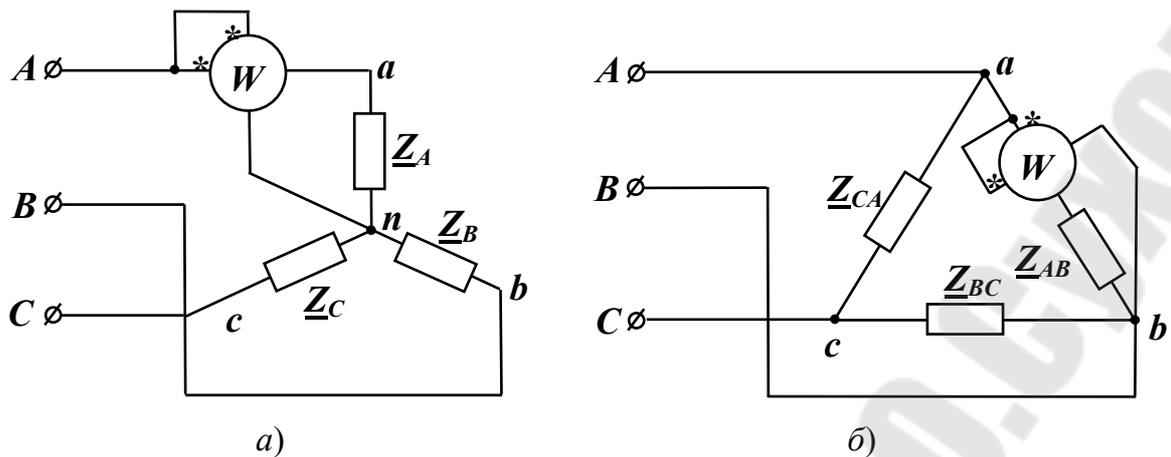

Рис. 7.1
В симметричных трехфазных цепях мощности, выделяемые в каждой фазе нагрузки, одинаковы: при соединении приемников звездой $P_A = P_B = P_C = P_\phi$, а при соединении приемников треугольником $P_{AB} = P_{BC} = P_{CA} = P_\phi$. Поэтому для определения активной мощности симметричного приемника достаточно утроить показания ваттметра, включенного в любую из фаз нагрузки (*метод одного ваттметра* – рис. 7.1):
1. Собрать электрическую цепь по схеме рис. 7.1, а, используя в качестве симметричной нагрузки активные сопротивления $R_A = R_B = R_C = R_{\phi Y}$ (значение R_{ϕ} выбрать по указанию преподавателя). Установить по указанию преподавателя фазные ЭДС $E_{\phi Y}$ трехфазного источника питания и занести значения $R_{\phi Y}$ и $E_{\phi Y}$ в табл. 7.1. Произвести измерение мощности P_{ϕ} . По формуле (7.1) определить экспериментальное значение мощности нагрузки и занести его в табл. 7.2.
2. Собрать электрическую цепь по схеме рис. 7.1, б, используя в качестве симметричной нагрузки активные сопротивления $R_{AB} = R_{BC} = R_{CA} = R_{\phi\Delta}$. Установить по указанию преподавателя фазные ЭДС $R_{\phi\Delta}$ и $E_{\phi\Delta}$ и занести значения $R_{\phi\Delta}$ и $E_{\phi\Delta}$ в табл. 7.1. Произвести измерение мощности P_{ϕ} , по формуле (7.1) определить экспериментальное значение мощности нагрузки и занести его в табл. 7.2.